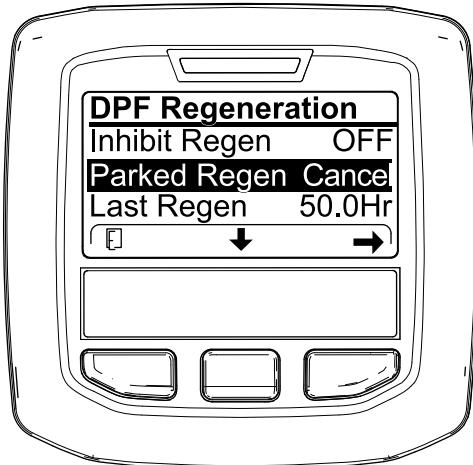
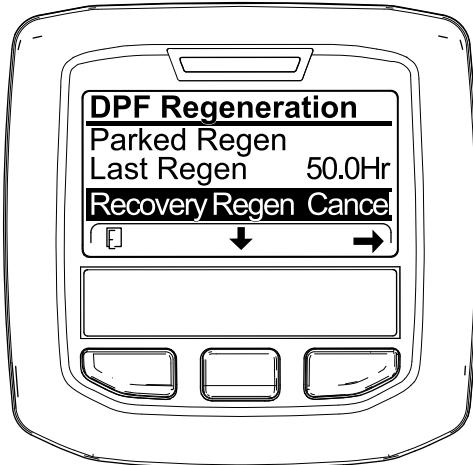

Bild 87
Bild 88
1. Zugreifen auf das Menü für die Regenerierung des Dieselpartikelfilters (Bild 87)
2. Drücken Sie die mittlere Taste, um auf die Option PARKED REGEN. CANCEL (Bild 87) oder RECOVERY REGEN. CANCEL zu navigieren (Bild 88).
3. Drücken Sie die rechte Taste, um den Eintrag „Regen. Cancel“ auszuwählen (Bild 87 oder Bild 88).